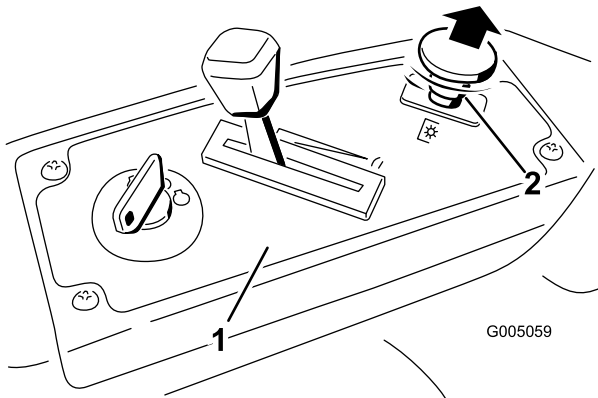

Bild 14
3. Ziehen Sie den Zapfwellenantriebsschalter hoch, schieben Sie ihn in die EIN-Stellung und kuppeln Sie die Messer ein (Bild 14).